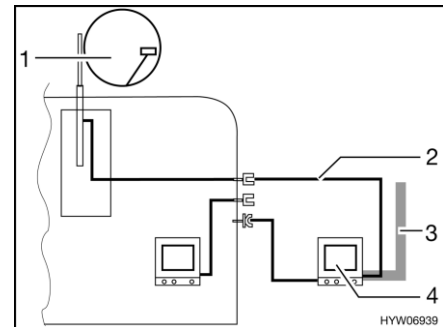

Bild 203 TV i förtältet
- TV i förtältet (Bild 203,4): Anslutning till takantenn (Bild 203,1) med anslutningskabel (Bild 203,2)
- TV i förtältet (Bild 203,4): Anslutning till extern antenn (Bild 203,3)